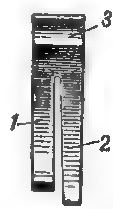

Рис. 37. Пружина спусковой тяги:
38. Пружина спусковой тяги (рис. 37) отводит передний конец спусковой тяги вверх, а хвост спускового крючка вперед. Она имеет: изогнутое короткое перо для действия на спусковую тягу; длинное перо для отвода хвоста спускового крючка вперед; выгнутый конец для штифта, удерживающего пружину от продольного смещения в спусковой скобе.